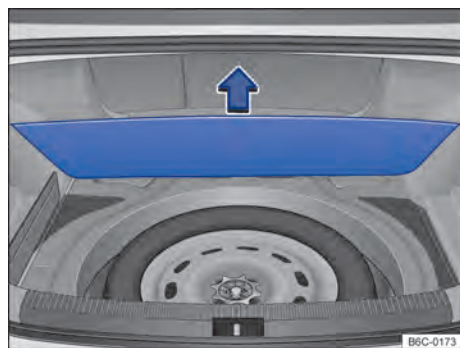

Fig. 176 No compartimento de bagagem, sob o revestimento de assoalho: roda de emergência e ferramentas de bordo.
As ferramentas de bordo e a roda de emergência estão localizadas no compartimento de bagagem, sob o revestimento do assoalho → Fig. 176.
- Levantar o revestimento do compartimento de bagagem → Fig. 176.